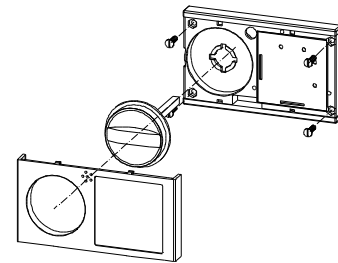

Abb. 4: Befestigung von der Türaußenseite
2. Von der Türaußenseite (siehe Abb. 4) mit M4 Zylinderskopfschrauben